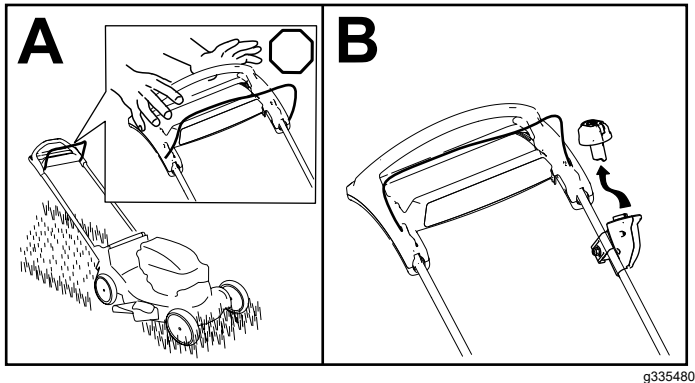

Figura 15
1. Rilasciate la barra di comando della lama (A della Figura 15).
2. Rimuovete il pulsante di avviamento elettrico dall'interruttore dell'avviatore elettrico (B della Figura 15).